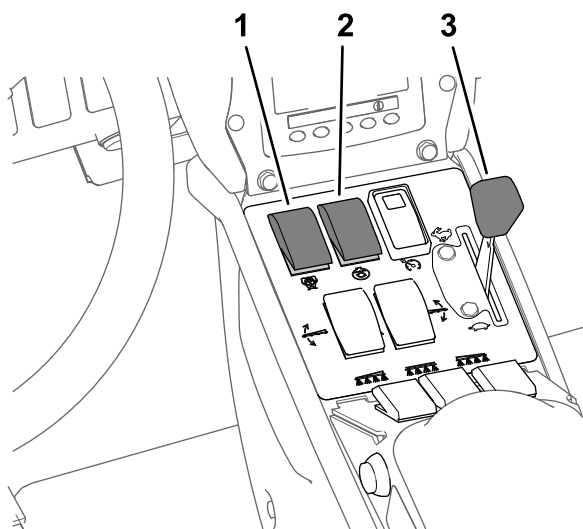

Figura 37
8. Coloque o interruptor de agitação e o interruptor da bomba do pulverizador na posição LIGAR (Figura 37).
9. Coloque a alavanca na posição RÁPIDO (Figura 37).
4. Ajuste o acelerador para a velocidade do motor desejada; consulte Figura 37 em Pulverização no Modo de taxa de aplicação \(página 35\).
Nota: Este procedimento assume que a bomba de pulverização está ligada; consulte Figura 37 em Pulverização no Modo de taxa de aplicação \(página 35\).